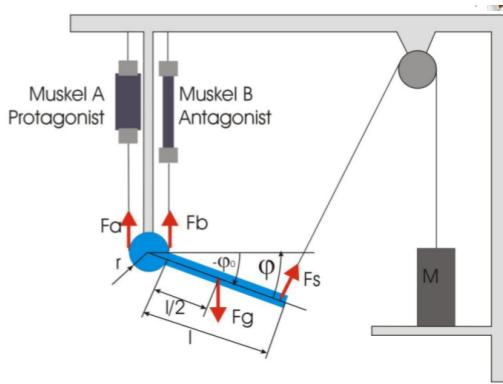

Abbildung 24
**Modellbildung – Aufbau eines Gelenks** (vgl. Abbildung 24): gut mathematisch modellierbar